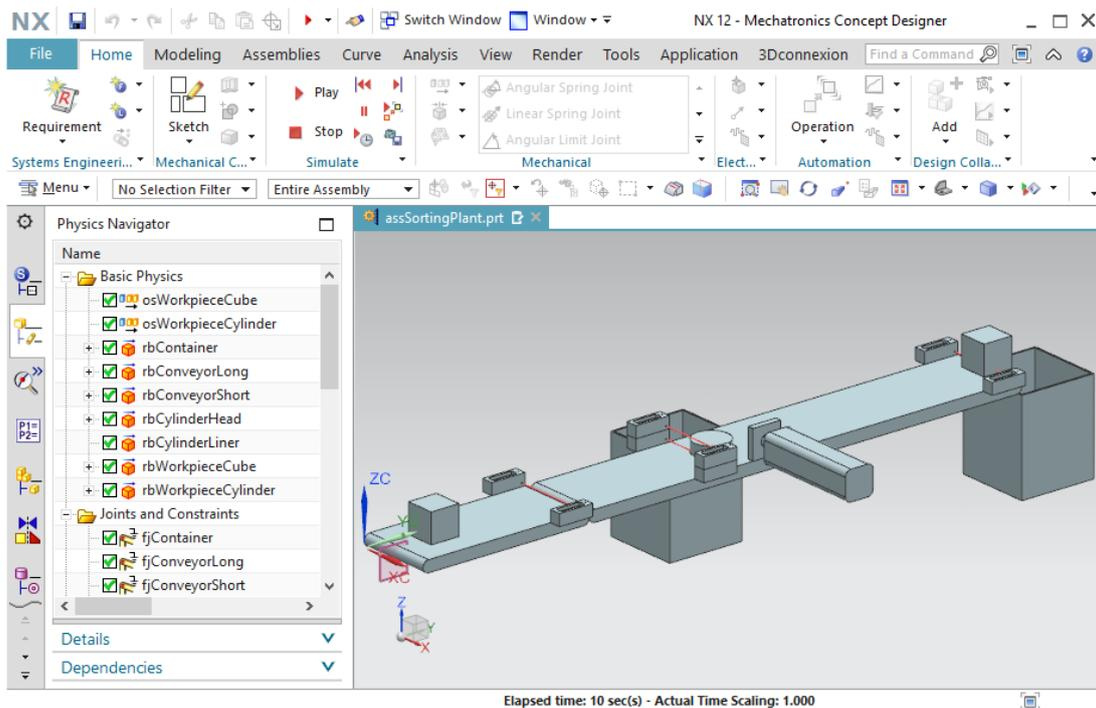

Figure 55 : Simulation des sources d'objet dans MCD
- Testez le comportement en lançant une simulation. Auparavant, vous devez ajouter les régulateurs de vitesse des bandes transporteuses au Runtime Inspector (Surveillance de l'exécution) et vous assurer que seuls les deux régulateurs "**scConveyorShortConstSpeed**" et "**scConveyorLongConstSpeed**" sont actifs. Après avoir ajouté les deux sources d'objet, assurez-vous également qu'elles sont actives via le Runtime Inspector (Surveillance de l'exécution). Procédez comme décrit au Chapitre 4.3, "**Section : Ajout et commande d'une propriété dans la simulation**". En démarrant une simulation comme expliqué au Chapitre 7.1, "**Section : Démarrage et arrêt d'une simulation dans MCD**", vous pouvez observer qu'une nouvelle pièce à usiner est ajoutée à la simulation après un intervalle de 5 s (voir Figure 55).